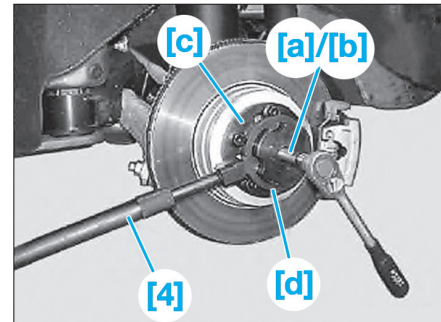

Fig. 12
- [1]. Dispositifs pour l'extraction et l'insertion du demi-arbre de roue dans le moyeu arrière (ref : 33 2 200) (Fig.12).
- [4]. Rallonge (ref : 33 5 070) (Fig.12).
- Visser les éléments [a], [b] et [c] des outils [1] ou [2] au moyeu avec tous les boulons de roue (Fig.12).